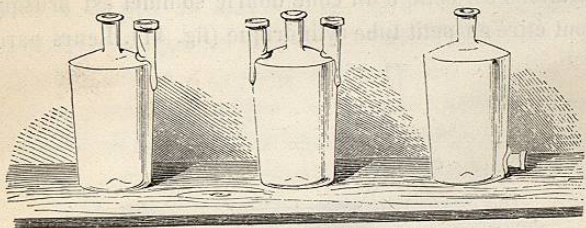

Fig. 42.
27. **Flacons tubulés.** — On emploie souvent des flacons à deux ou trois tubulures (fig. 42) pour préparer des gaz, tels que l'hydrogène et l'hydrogène sulfuré, qui se dégagent à froid. Ils sont également nécessaires pour monter l'appareil qui est connu sous le nom d'*appareil de Woolf*,